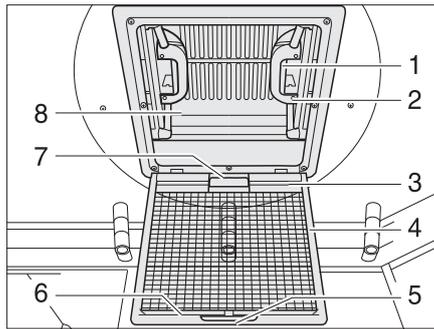

Bild 84 Dachhaube mit Schnappverschluss
- Am Griff (Bild 84,5) ziehen.
- Insektenschutz (Bild 84,4) nach unten klappen.
- Schnappverschluss (Bild 84,1) zur Innenseite der Dachhaube (Bild 84,8) drücken. Gleichzeitig mit dem Griff (Bild 84,2) die Dachhaube nach oben drücken.
- Insektenschutz (Bild 84,4) nach oben schwenken, bis er einrastet.
- An beiden Griffen (Bild 84,2) die Dachhaube (Bild 84,8) kräftig nach unten ziehen, bis beide Schnappverschlüsse (Bild 84,1) eingerastet sind.
*Schließen:* ■ Verdunklungsrollo am Griff (Bild 84,7) ziehen und Hakenleiste (Bild 84,3) in die Halteleiste (Bild 84,6) am Insektenschutz einhängen.
*Öffnen:* ■ Hakenleiste (Bild 84,3) von der Halteleiste (Bild 84,6) lösen und Verdunklungsrollo langsam zurückführen.